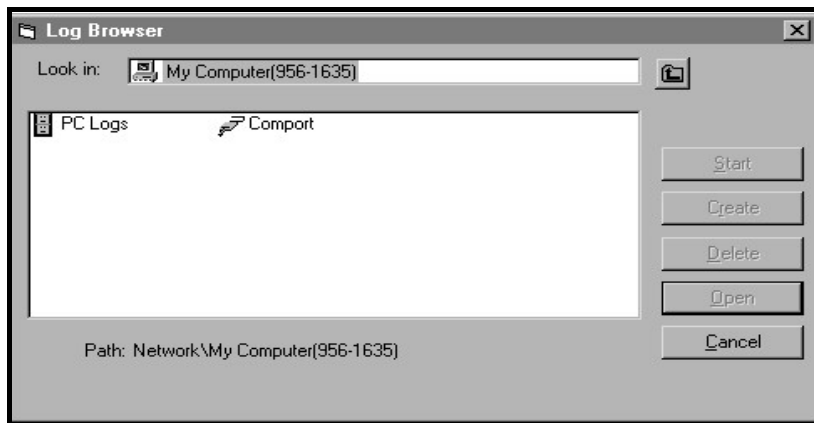

Figura 15: Selección del tipo de registro
- Haga doble clic en el *nombre del ordenador* para avanzar al cuadro de diálogo que se muestra en la *Figura 15*.